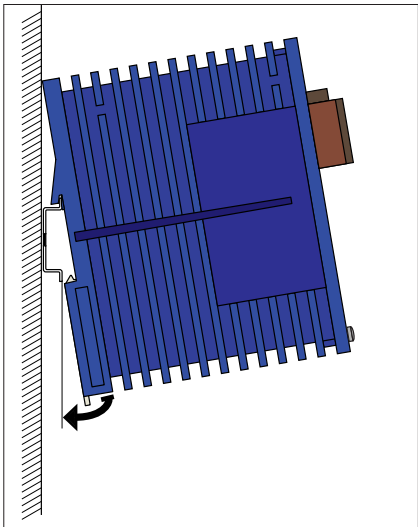
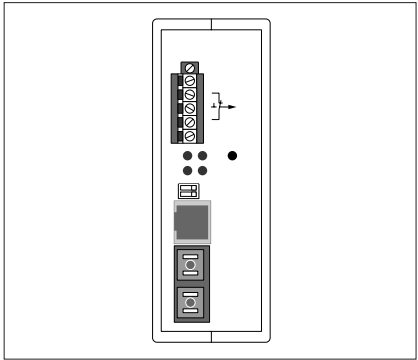

Fig. 5 : Montage du transceiver 100 Mbps TX/FX
Fig. 6 : Démontage
- Suspendre le crochet encliquetable supérieur du transceiver 100 Mbps TX/FX dans le rail ISO/DIN, insérer horizontalement un tournevis sous le châssis dans la glissière de blocage, tirer celle-ci vers le bas (cf. Fig. 6, démontage) et appuyer le fond du module sur le rail ISO/DIN jusqu'à ce qu'il se verrouille en position (Fig. 5).
Pour enlever le transceiver 100 Mbps TX/FX du rail ISO/DIN, insérer horizontalement un tournevis sous le châssis dans la glissière de blocage, la tirer vers le bas (sans incliner le tournevis) et basculer le transceiver 100 Mbps TX/FX vers le haut (Fig. 6).